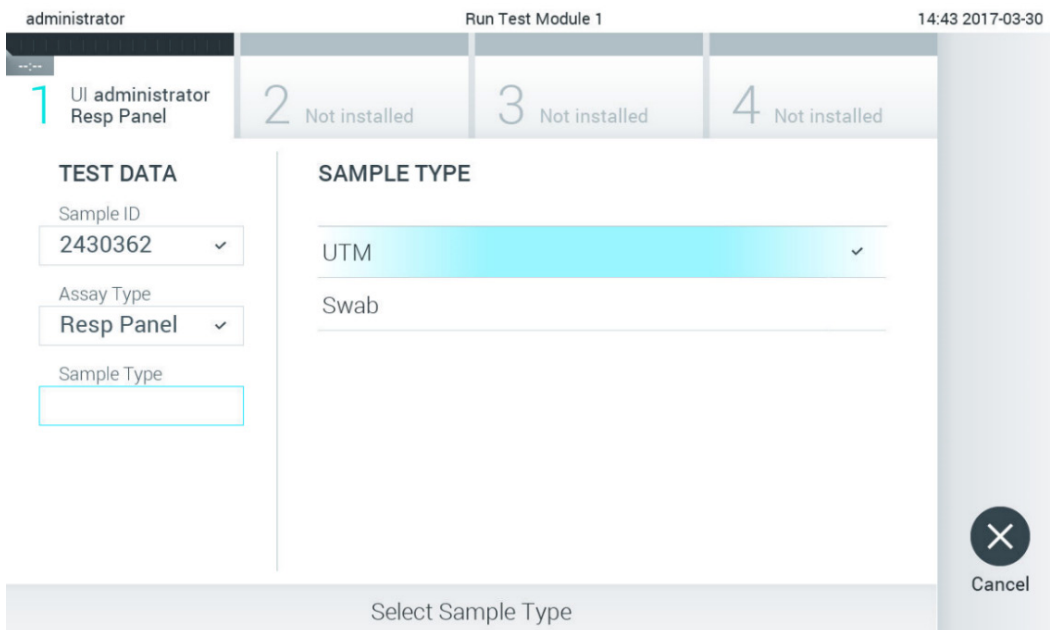

Figura 25. Seleção do tipo de amostra.
4. Se necessário, seleccione o tipo de amostra adequado a partir da lista (Figura 25).